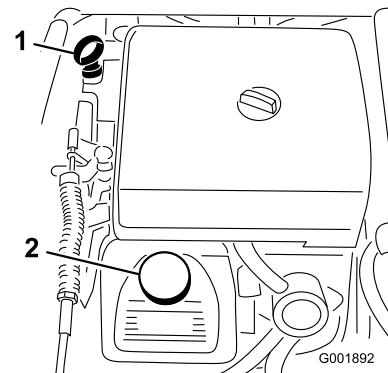

Figura 47
2. Retire a vareta e limpe-a com um pano limpo (Figura 47). Volte a colocar a vareta no tubo e verifique se está completamente introduzida. Retire a vareta e verifique o nível de óleo.
3. Se o nível de óleo estiver baixo, retire a tampa de enchimento da cobertura das válvulas (Figura 47) e adicione lentamente óleo suficiente na abertura até que o nível suba até à marca "Full" (Cheio) da vareta. Adicione o óleo lentamente e verifique o nível com alguma frequência durante o procedimento. Não encha demasiado.
8. Coloque lentamente cerca de 80% da quantidade de óleo especificada no bocal de enchimento do óleo (Figura 47).